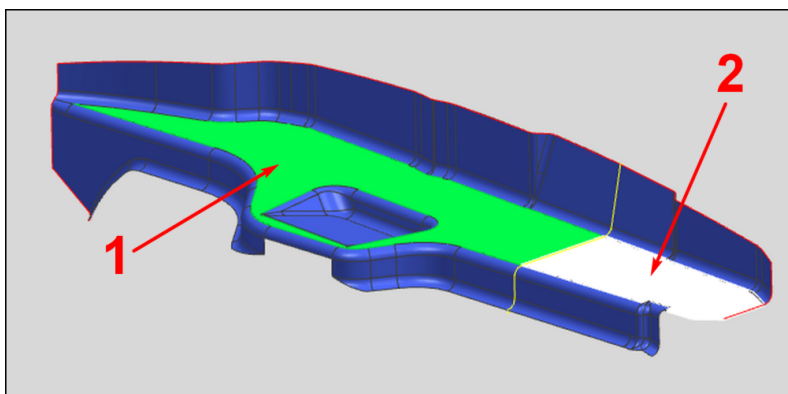

Рис. 3.7. Проверка пересечений объектов, представление результата с помощью опции **Тело пересечения**
- **Тело пересечения** (выделяет цветом второе выбранное тело, если имеется пересечение объектов (рис. 3.7)).